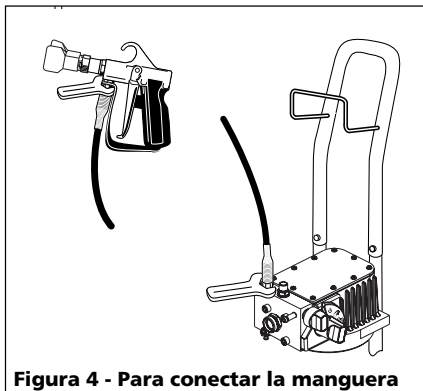

Figura 4 - Para conectar la manguera
5. Conecte la manguera de alta presión a la bomba y la pistola con una llave de 17,5 mm (11/16") (Vea la Figura 4). No conecte el sistema de succión aún.